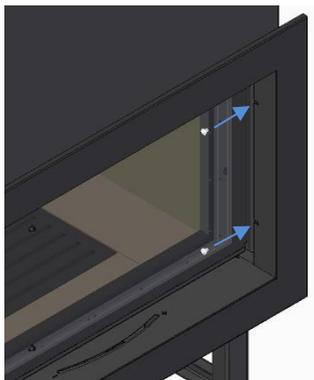

Figure 37
- c) Fixez la jante dans la bonne position à l'aide de 2 vis de chaque côté, apposez-les et faites-les tourner un peu d'abord de l'intérieur de la jante, puis serrez-les complètement pour vous assurer que la bague est centrée autant que possible, Figure 37.